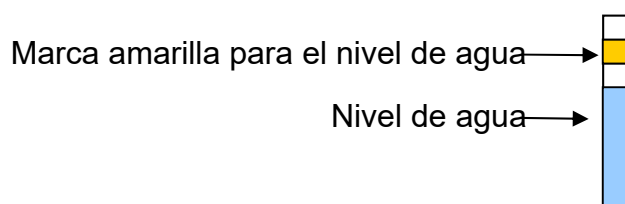
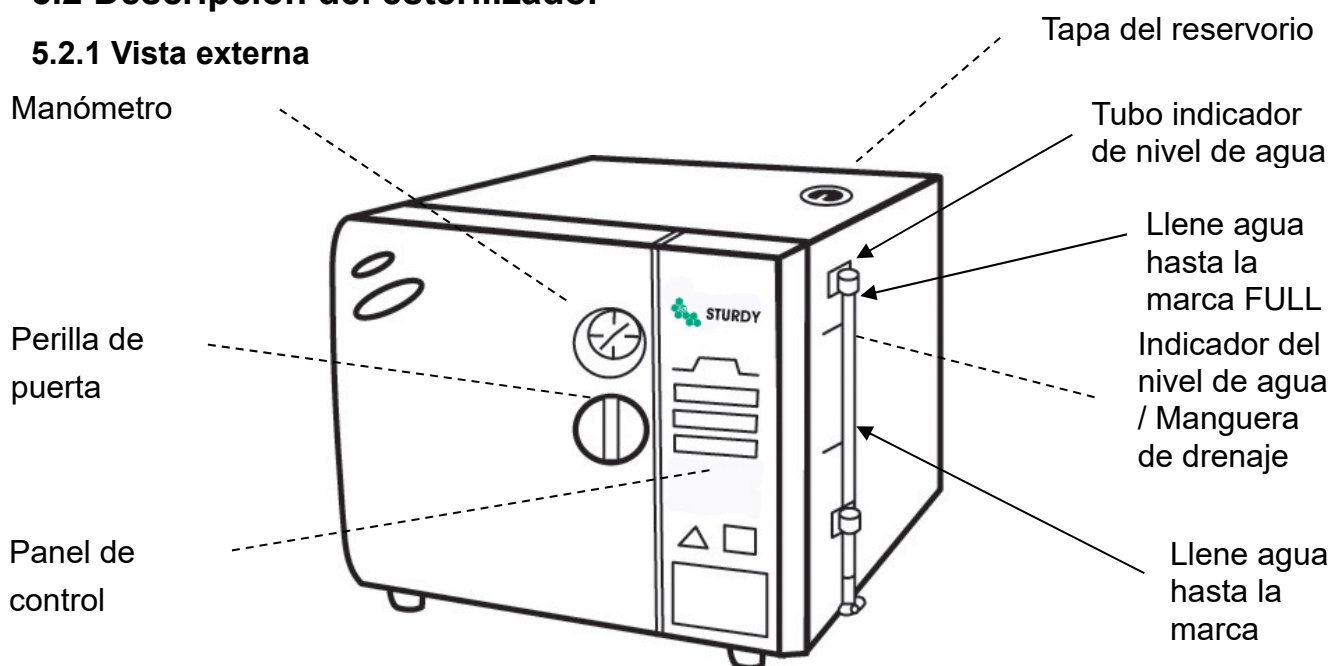

Figura 3
Figura 8
**⚠️ Precaución:** Llene la unidad solo con agua destilada. Tenga cuidado de no sobrepasar la marca amarilla de nivel de agua Figura 3 y Figura 8.